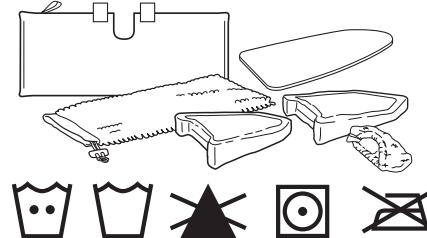

fig. 14
**NUNCA USE LEJÍA, DETERGENTE EN POLVO O ACONDICIONADORES** ya que podrían dañarlo o dejar un recubrimiento que reduciría su rendimiento de limpieza y absorción. Las almohadillas de limpieza deben secarse colgadas o en la secadora a calor bajo, para extender la vida útil de la tela de microfibra (fig. 14).